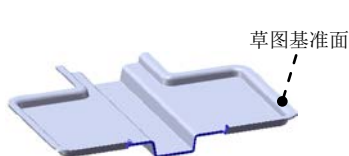

图 16.6.42 切除—拉伸 1
Step4. 创建图 16.6.42 所示的切除—拉伸 1。
(1) 选择命令。选择下拉菜单 **插入(I)** →  **切除(C)** →  **拉伸(E)...**命令。
(2) 定义特征的横断面草图。
① 定义草图基准面。选取图 16.6.42 所示的表面作为草图基准面。